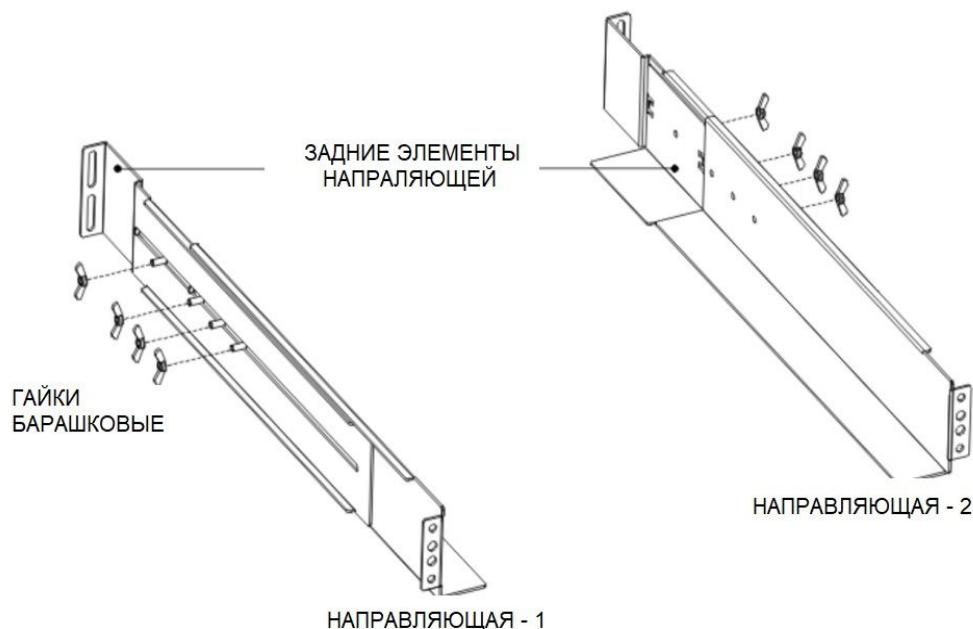

Рис.5 — Сборка направляющих
\*\* - монтажный кронштейн и направляющие для установки в стойку 19" (см. п.4-3, Рис.5) — это разные позиции, направляющие для установки в стойку 19" приобретаются отдельно.
- 1) Не затягивая винты, отрегулируйте направляющие в соответствии с глубиной стойки (см. рис. 5);